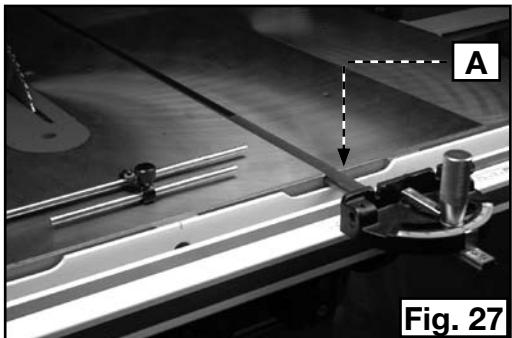

Fig. 27
1. Inserte la barra del calibrador de inglete (A) Fig. 27 en la ranura en forma de T de la mesa de la sierra. La barra del calibrador de inglete en la ranura en forma de T evitará que el calibrador de inglete se caiga cuando se extienda más allá de la superficie de la mesa.